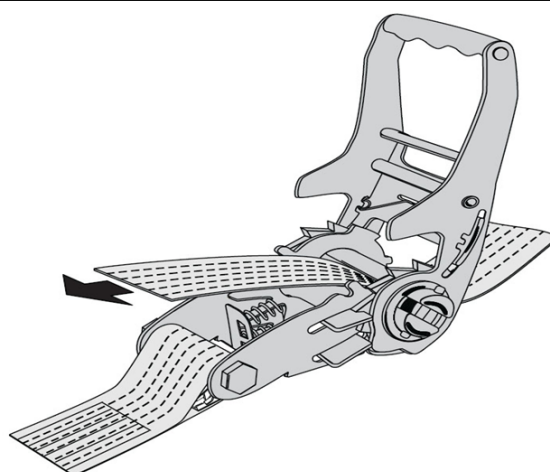

Fig. 2
8. Stick in änden på spännbältena i respektive spärrhake och drag igenom tills spännbältet är fäst tajt runt röret, se Fig. 2